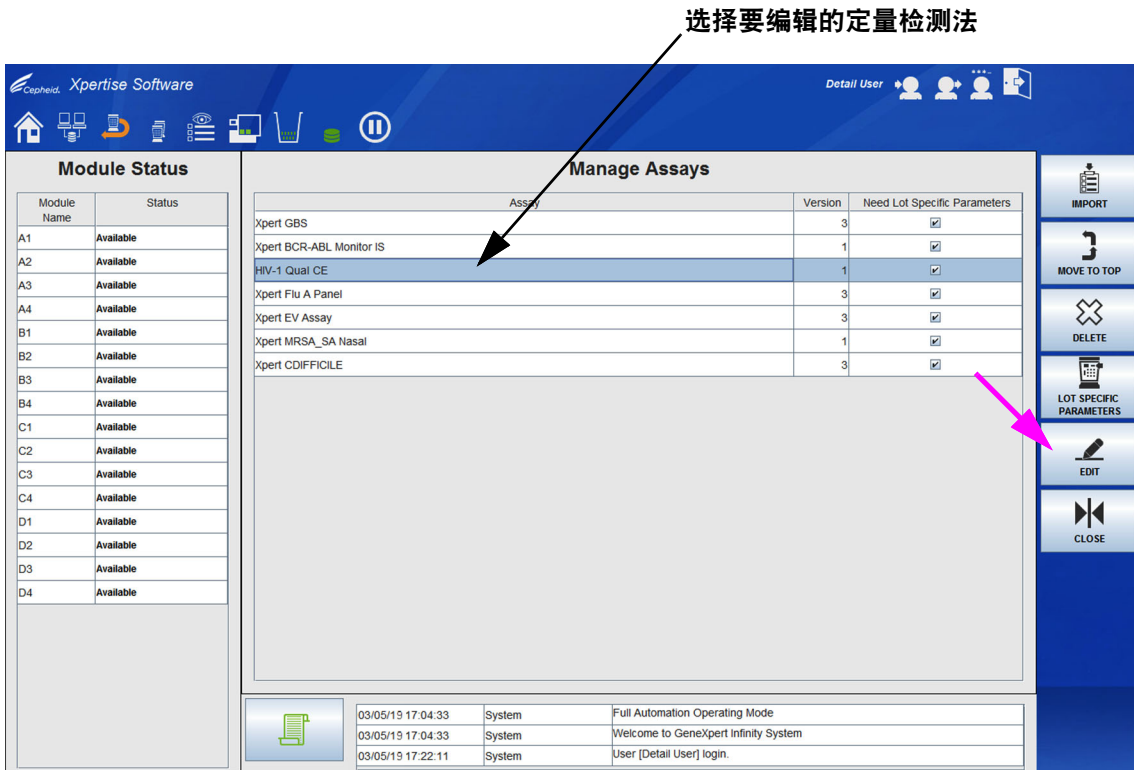
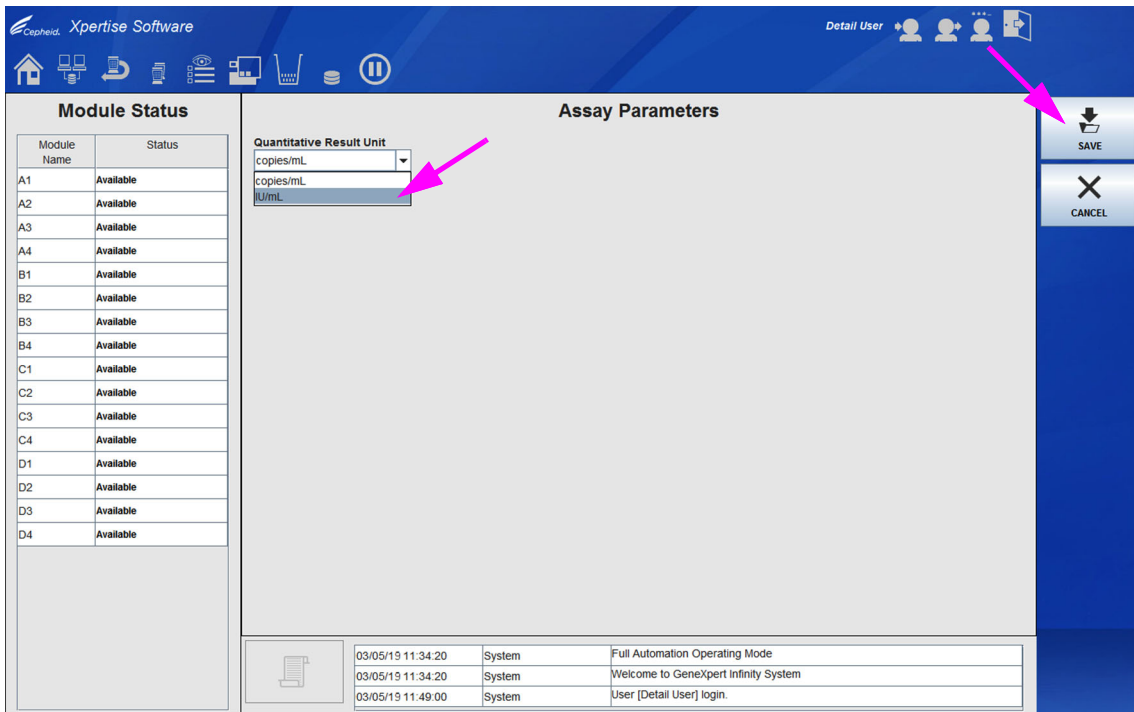
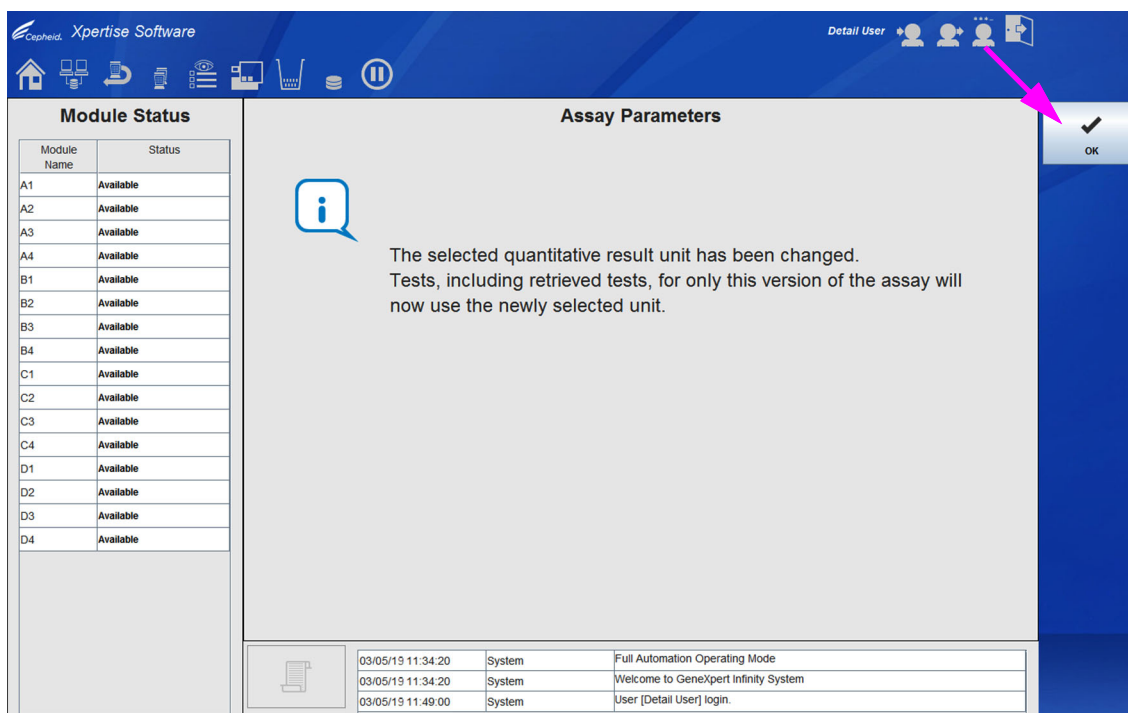

图 2-68. 管理显示定量检测法 (Quantitative Assay) 的检测法 (Assay) 工作区
图 2-69. 显示定量结果单位 (Quantitative Result Unit) 下拉菜单的检测法参数 (Assay Parameters) 工作区
图 2-70. 检测法参数 (Assay Parameters) 工作区确认
1. 在管理检测法 (Manage Assays) 工作区（参见图 2-68），选择要在检测法列表中编辑的定量检测法的名称，然后选择**编辑 (EDIT)** 按钮。检测法参数 (Assay Parameters) 工作区会显示。请参见图 2-69。
2. 使用定量结果单位 (Quantitative Result Unit) 下拉菜单以选择想要在报告和图表上显示的单位。请参见图 2-69。在本示例所示的单位中，选择所需的单位 **IU/mL**（每毫升国际单位）或 **copies/mL**（每毫升 DNA 拷贝）。单位和默认值可能因检测法而有所差异。
3. 选择**保存 (SAVE)** 按钮（参见图 2-69）。将保存定量结果单位并且检测法参数 (Assay Parameters) 工作区将显示一个确认消息，表明单位已更改。请参见图 2-69。
- 在检测法参数 (Assay Parameters) 工作区（参见图 2-70）中，选择**确定 (OK)** 按钮。检测法参数 (Assay Parameters) 工作区关闭。管理检测法 (Manage Assays) 工作区会显示。请参见图 2-68。